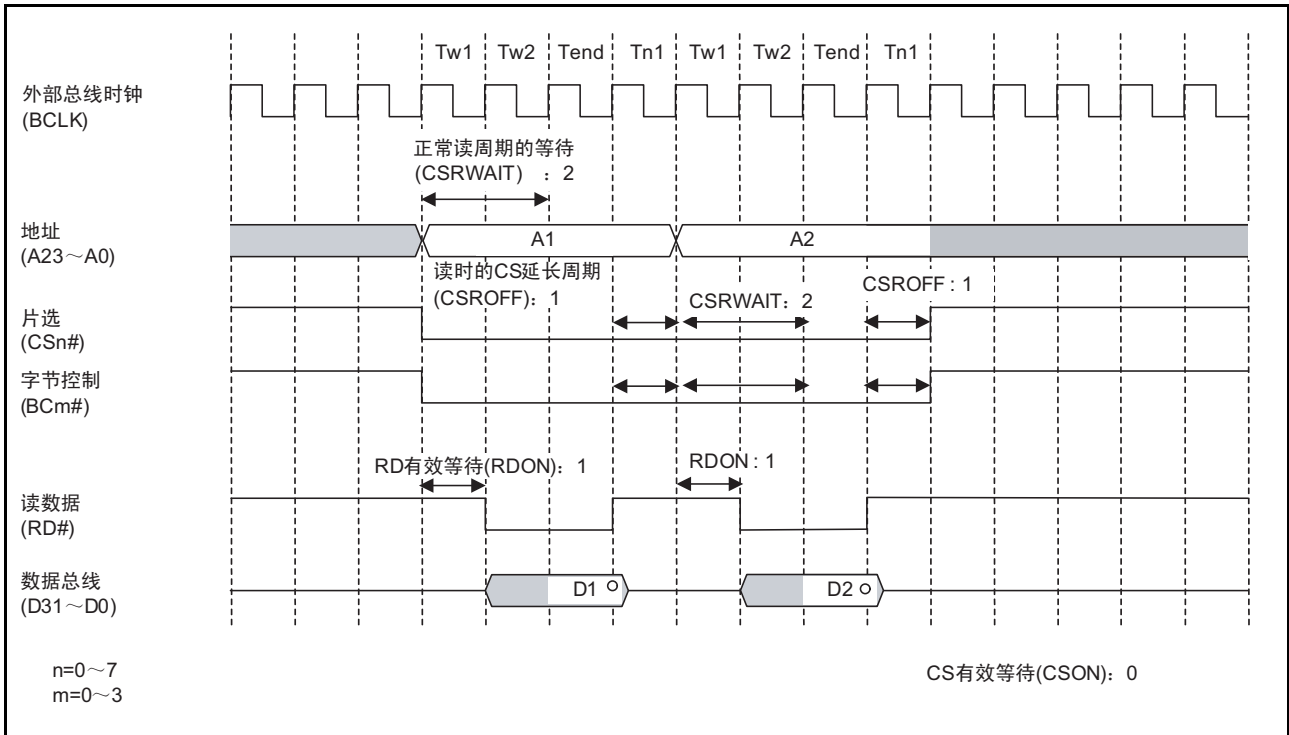
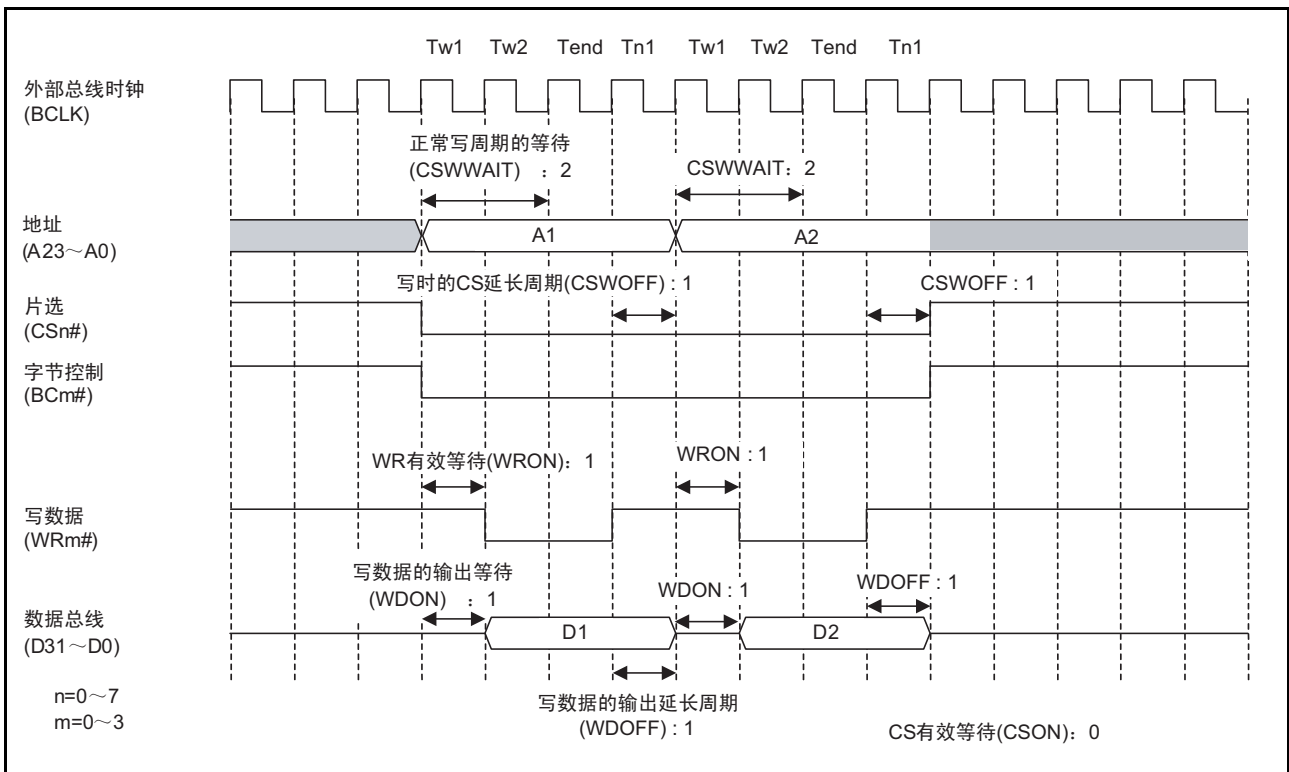

图 12.19 正常读存取的运行例子 (1 次传送请求发生 2 次总线存取的情况)
图 12.20 正常写存取的运行例子
在总线主控的 1 次传送请求至少需要 2 次外部总线存取时，重复正常存取的运行 (①~④)。1 次传送请求发生 2 次总线存取时的运行例子如图 12.19 和图 12.20 所示，图中各等待控制寄存器的值是设定例子，必须根据要连接的设备规格设定寄存器的值。